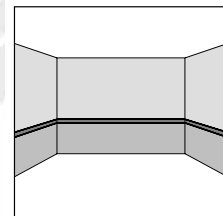
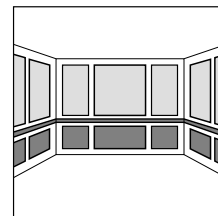
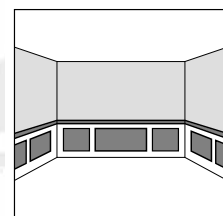

FIGURE 3
FIGURE 4
FIGURE 5
- une cimaise (figure 3) peut se rajouter à des panneaux divisés (figure 4) ou servir de limite à des panneaux couvrant les murs en partie (figures 5 et 6).
- A chair rail (fig. 3) can be added between split panels (fig. 4) or can become the border between bottom-only or top-only paneling (fig. 5 -6).